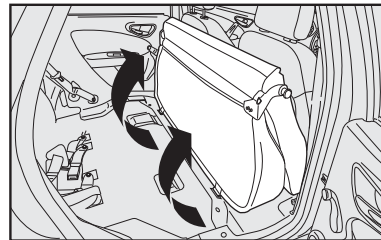

fig. 85
5) Em seguida, rebater o banco traseiro inteiro para a frente **fig. 85** de maneira a obter uma única superfície de carga. Se for necessário, deslocar um pouco os bancos dianteiros para frente.